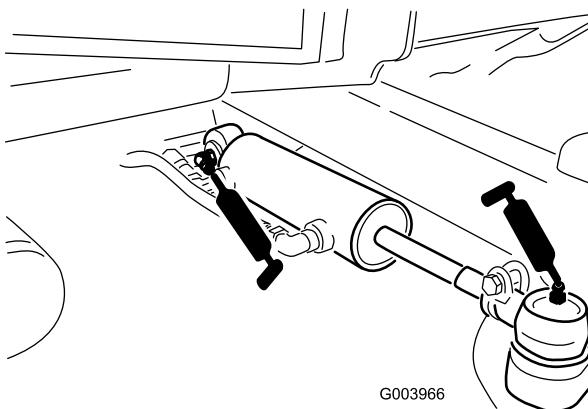

Bild 106
- Lenkzylinder-Kugelgelenke (2) (Bild 106)